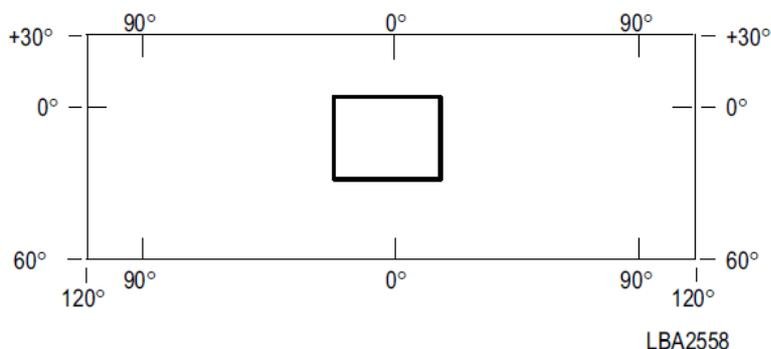

Figure 4-16. TADS Field Of Regard
- (b) **TADS FOR.** Il campo di considerazione TADS (fig. 4-16) rappresenta quanto segue: La parte superiore del BOX segna $+30^\circ$, i segni di tic orizzontali indicano la posizione 0° , e la parte inferiore della scatola segna -60° . Il lato sinistro della scatola segna -120° , i segni tic verticali sinistri indicano -90° , i segni tic verticali centrali indicano 0° , i segni tic verticali destri indicano $+90^\circ$, e il lato destro della scatola segna $+120^\circ$.